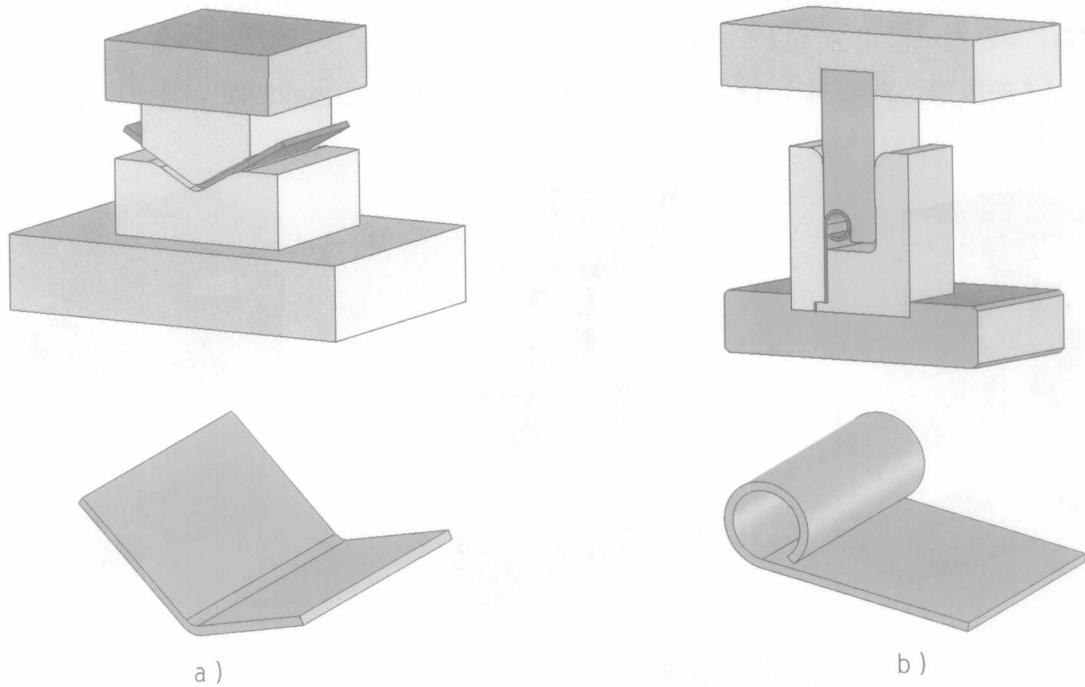

图 1-6 弯曲模简图(剖视图)
2) 弯曲模 能将坯料弯曲成一定形状的模具称为弯曲模。图 1-6 所示为 V 形件弯曲模和卷边模简图。